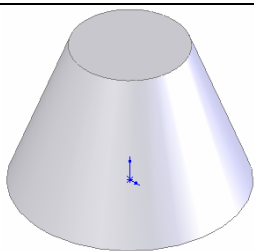

图 4-88 锥体
以绘制如图 4-88 所示的锥体为例，说明不带引导线的放样特征的操作步骤。
⑩ 确认放样特征。单击“放样”属性管理器中的“确定”图标按钮。结果如图 4-88 所示。